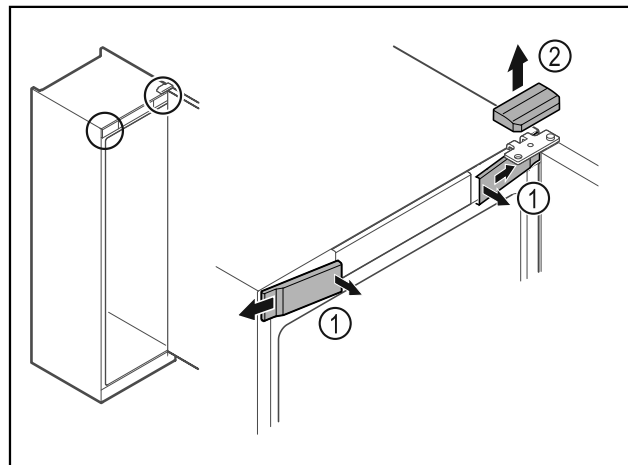

Fig. 16
- ▶ Ξεκουμπώστε εσωτερικά τα μπροστινά καλύμματα Fig. 16 (1) και αφαιρέστε τα προς το πλάι.
- ▶ Αφαιρέστε προς τα επάνω το επάνω κάλυμμα Fig. 16 (2).